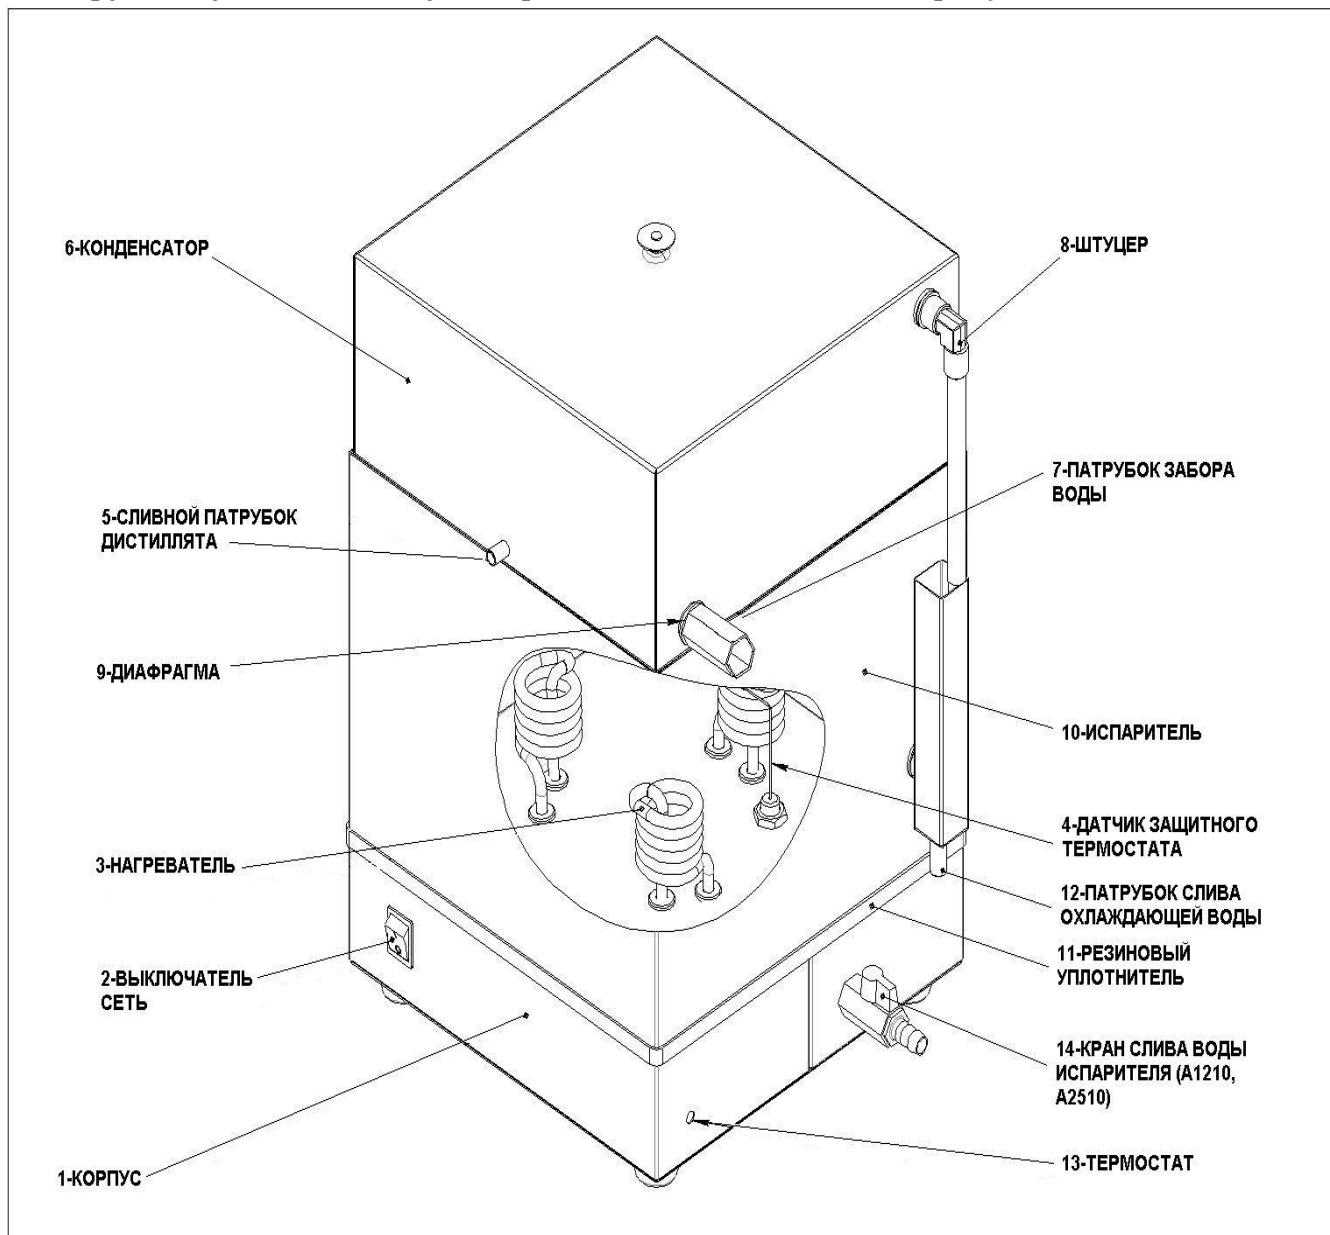

Рисунок 1. Устройство аквадистилляторов электрических Liston A 1204, Liston A 1210, Liston A 1225, где:
4.2.1. Перед включением аквадистиллятора в работу необходимо подключить его к водопроводной сети через Патрубок 7 (Рисунок 1) и дождаться вытекания воды из Патрубка слива охлаждающей воды 12, к которому подключается шланг отвода охлаждающей воды. Регулировка расхода воды осуществляется автоматически с помощью Диафрагмы 9.
6.13. Подключить шаровый кран 1/2" (входит в комплект поставки) через уплотнительную ленту к Патрубку 7 (рисунок 1).